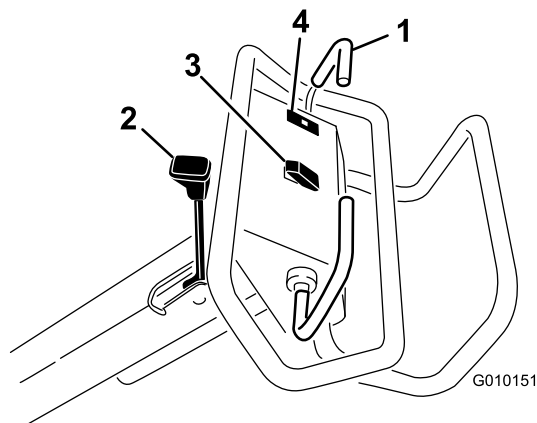

図 11
前へ押すと前進します。後へ押すと後退します 図 11。
- レバーをハンドル側に引き上げると駐車ブレーキがかかります 図 11。
エンジンオイルの圧力が危険域まで下がると点灯します 図 11。万一このようなことが起こった場合には、エンジンを止めて原因を調べてください。必ず修理してから運転を再開してください。
ヘッド上昇 – スイッチ 図 11 の上部を押すとコアリングヘッドが上昇して作動が解除されます。この動作は油圧動作ですので、エンジンが掛かっている必要があります。コアリングヘッドが移動走行高さまで上昇しない場合には システム制御回路のリセット \(ページ 24\) を参照してください。
下降/エアレーション開始 – スイッチ 図 11 の下部を押すとコアリングヘッドが下降してエアレーションを開始します。走行ベイルが「前進」位置にセットされていないと、このスイッチは入りません。